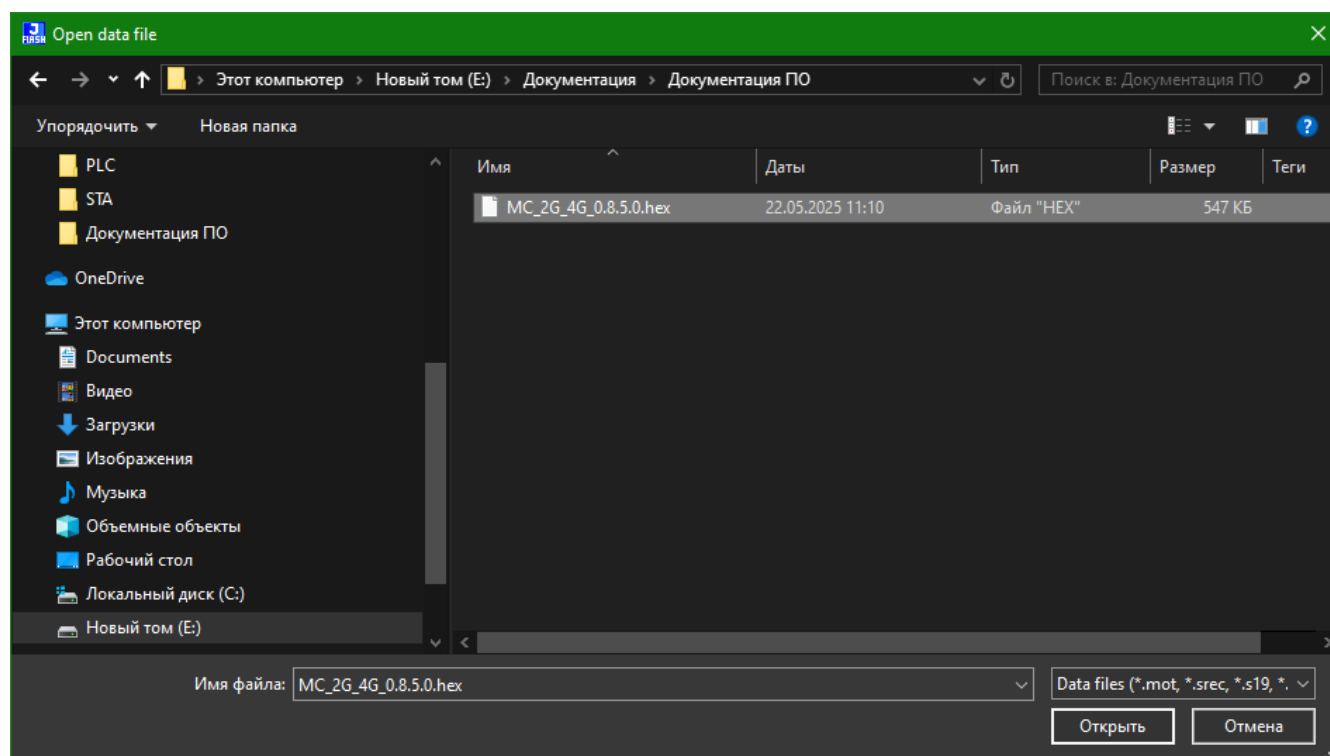

Рисунок 7 — Внешний вид диалогового окна **Open data file**
2.10 В открывшемся окне выбрать файл с прошивкой для МСУ нужного стандарта связи и нажать кнопку **Открыть**. Имя файла прошивки будет иметь следующий вид: **МС_(тип связи)_(версия ПО)** (рисунок 7).